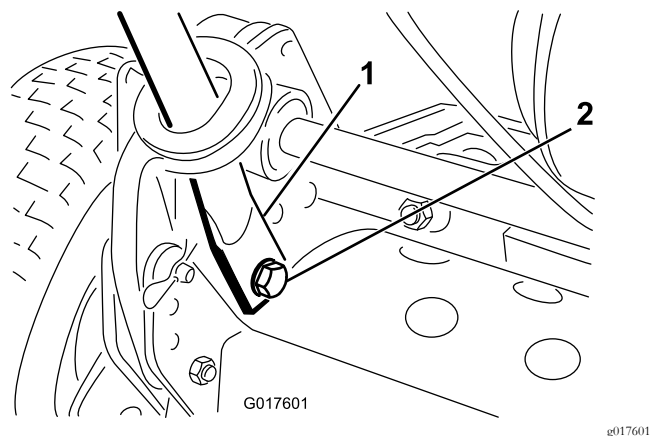

Bild 3
4. Drücken Sie die Holmenden nach innen und bauen Sie sie in die Befestigungsschrauben ein (Bild 3).
5. Befestigen Sie die Holmenden mit den vorher entfernten Schrauben, Scheiben und Sicherungsscheiben an den Befestigungsschrauben (Bild 3).
6. Befestigen Sie die Holmarme mit den vorher entfernten Splints und Ringstiften hinten am Rahmen (Bild 3).